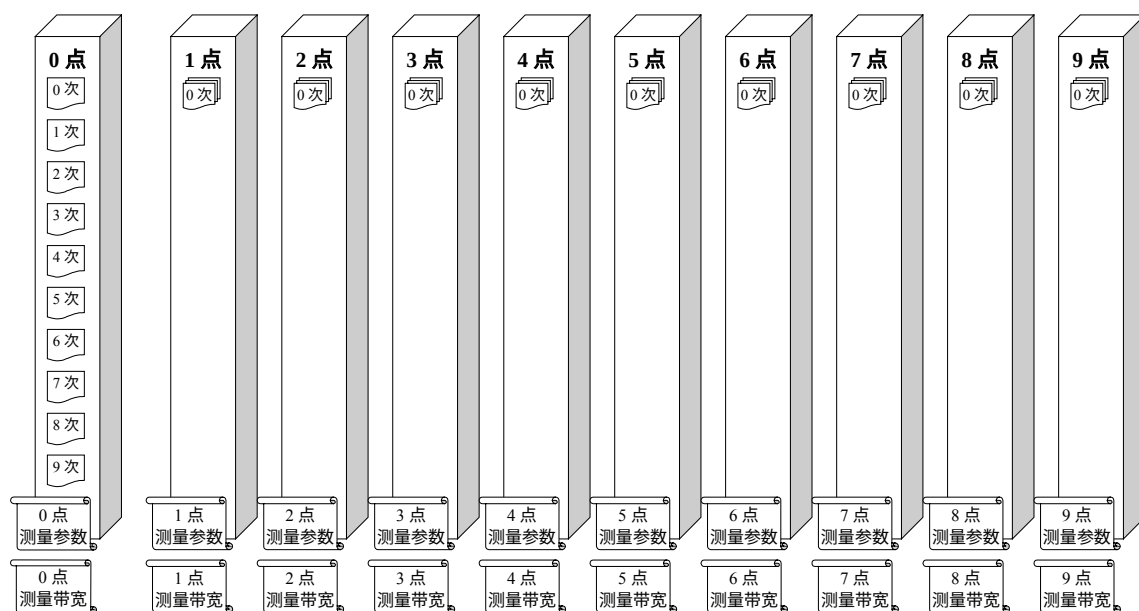

图 1-1
- 5) 具有存贮/删除功能：可存/删 100 个测试值（WAVE 方式，其存贮结构见图 1-1）或 10 幅频谱图（SPEC 方式）；